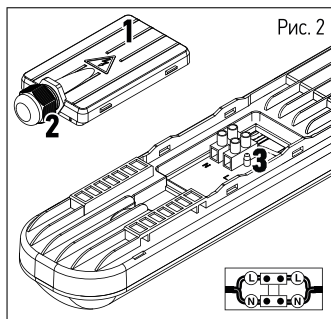

Рис. 2
4. Откройте крышки (1). Введите сетевые провода в корпус через гермоввод (2) и подключите к клеммной колодке (3) в соответствии с указанной полярностью клеммы L, N (Рис. 2). Проверьте надежность электрических соединений. Плотно закройте крышки (1) для обеспечения защиты IP65.